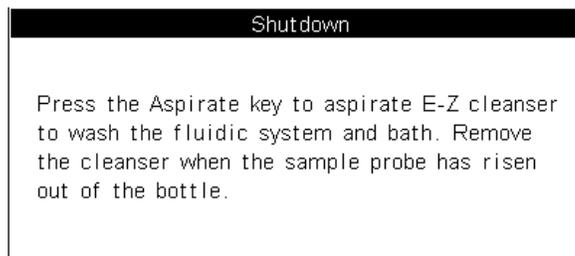

Рисунок 6-17 Окно выключения (1)
3. Нажмите “Yes” и высветится окно, которое объяснит Вам, как выключать анализатор, как показано на **рис. 6-17**;